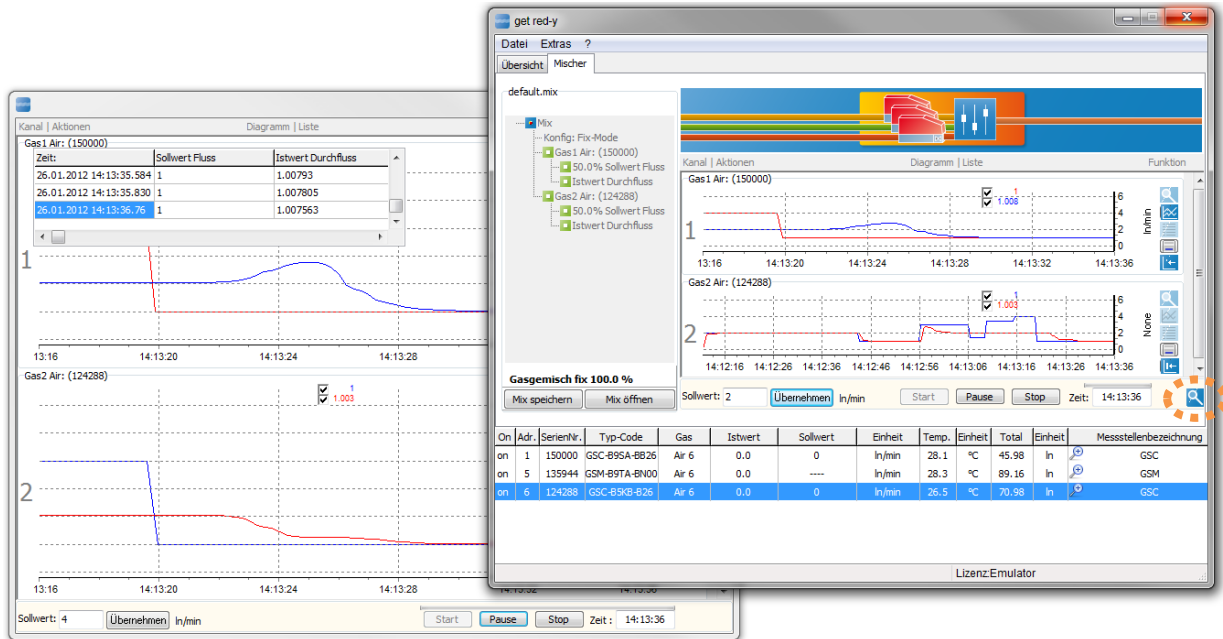

Abbildung 49: Darstellung der Gasmischung fix Regelung in verschiedenen Datensichten.
- Alle Diagramme in einem Fenster:** Alle Gase können in einem Fenster visualisiert werden. Dieses Fenster kann auch auf einem anderen Monitor betrachtet werden. Diese Möglichkeit ist in Abb.49 dargestellt. Für den gleichen Kanal kann gleichzeitig eine tabellarische und graphische Darstellung angezeigt werden.